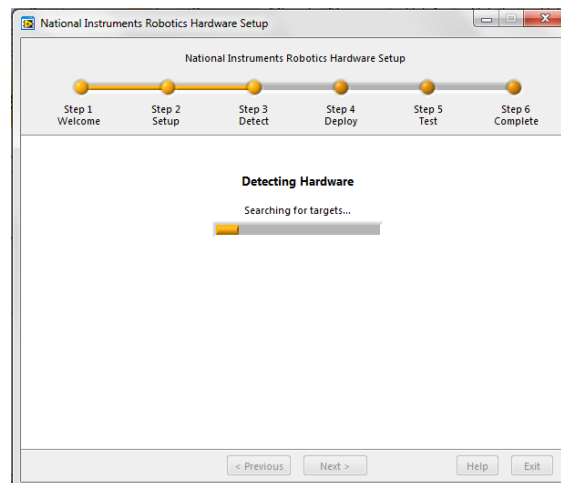

Fig. 8. Wizard mientras espera mientras se detecta el dispositivo.
4. Oprima Next y espere hasta que se detecte la tarjeta para hacer la configuración (Fig. 8)